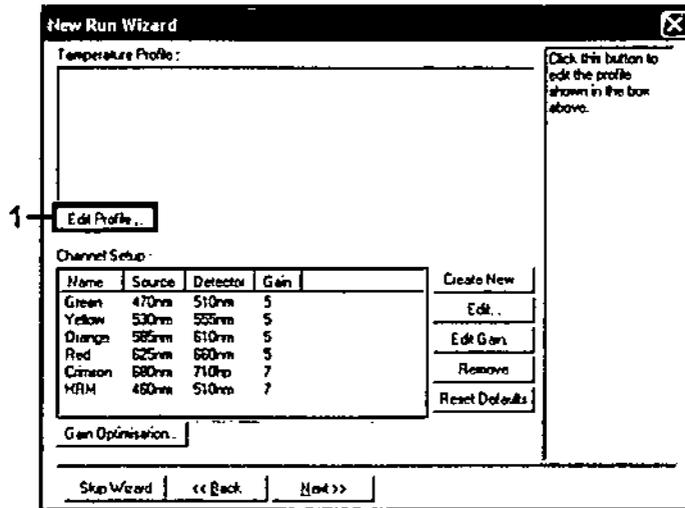

Ilustración 23. Edición del perfil (1)
5. Haga clic en el botón "Edit Profile" (Editar perfil) situado en el cuadro de diálogo "New Run Wizard" (Asistente para series nuevas) (ilustración 23) y revise los parámetros de la serie analítica según los pasos siguientes.